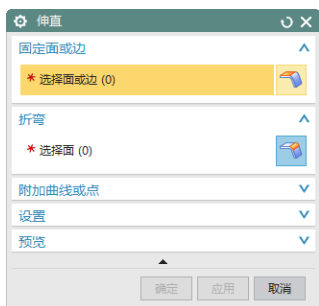

图 6-3 “伸直”对话框
(1) 选择“菜单(M)”→“插入(S)”→“成形(R)”→“伸直(U)”，或者单击“主页”选项卡“成形”面组上的“伸直”按钮 ，打开如图 6-3 所示“伸直”对话框。